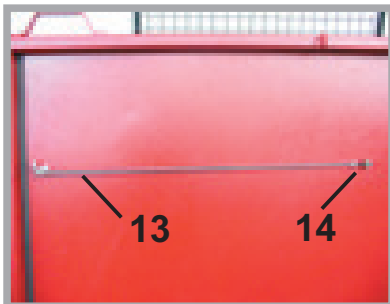
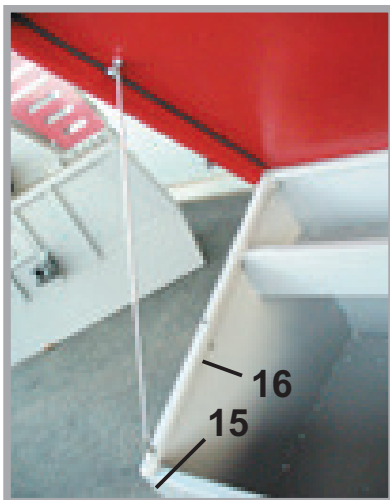

Abb. 9
Abb. 10
Deckelstütze (13) aus Befestigungsclip (14) ziehen (siehe Abb. 9) und in Öffnung (15) oder (16) (Abb. 10) arretieren.